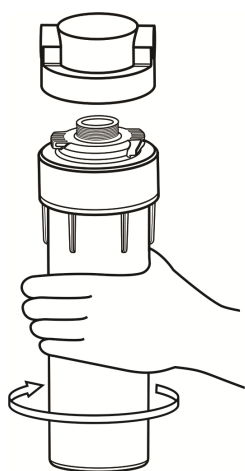

Рисунок 6.1
6.2.1.1 Снимите колбу с номером «1», вручную повернув ее влево (см. рисунок 6.1).
6.2.2.1 Снимите колбу с номером «2», вручную повернув ее влево (см. рисунок 6.1).
6.2.3.1 Снимите колбу с номером «3», вручную повернув ее влево (см. рисунок 6.1).
- 6.2.4.1 Снимите колбу с номером «4», вручную повернув ее влево (см. рисунок 6.1).